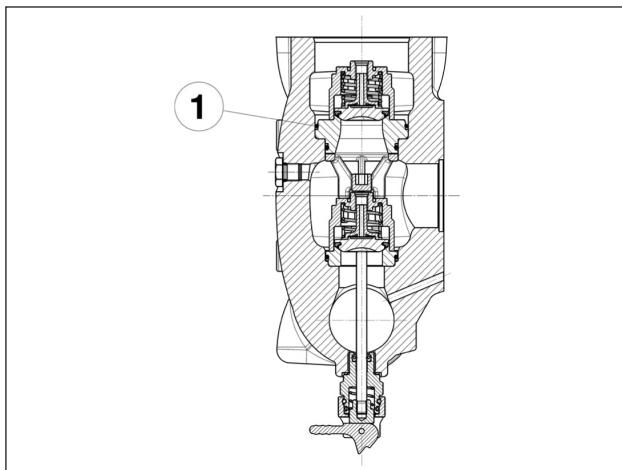

Fig. 128
Préter particulièrement attention à la mise en place du joint torique indiqué rep. ①, Fig. 128. Il est conseillé d'utiliser l'outil réf. 27516000 (pour LK36-LK40-LK45) ou réf. 27516100 (pour LK50-LK55-LK60) pour éviter de couper le joint torique pendant l'installation.